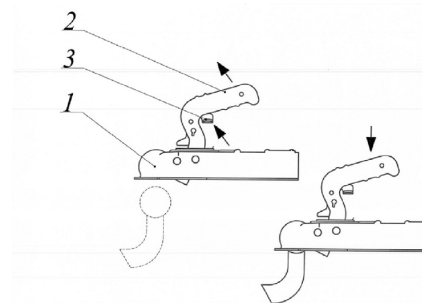

Рис.5
– подтяните прицеп так, чтобы центр сферической полости корпуса сцепного устройства 1, см. рис.5 совместился с центром шара тягово-сцепного устройства (ТСУ); нажмите на рычаг фиксатора 3, подайте рычаг 2 вперед и вверх (положение открыто);